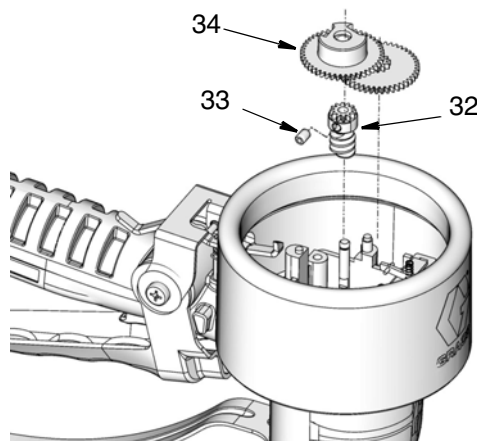

FIG. 29
5. Utilizzare una chiave esagonale da 2 mm per rimuovere la vite di fissaggio (33). Rimuovere gli ingranaggi (32, 34) (FIG. 29).